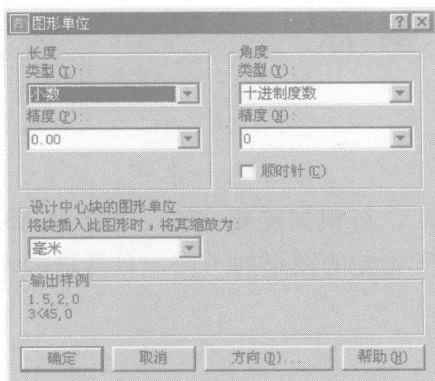
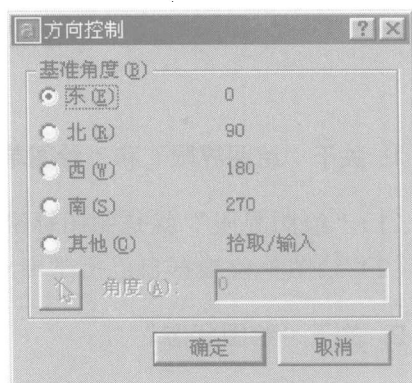

图 2-1 图形单位对话框
图 2-2 方向控制对话框
(1) 创建一个新的图形文件，保存为“样板图.dwg”。
(2) 设置样板图的绘图界限为（420，297）。
(3) 设置样板图的单位，如图 2-1 和图 2-2 所示。